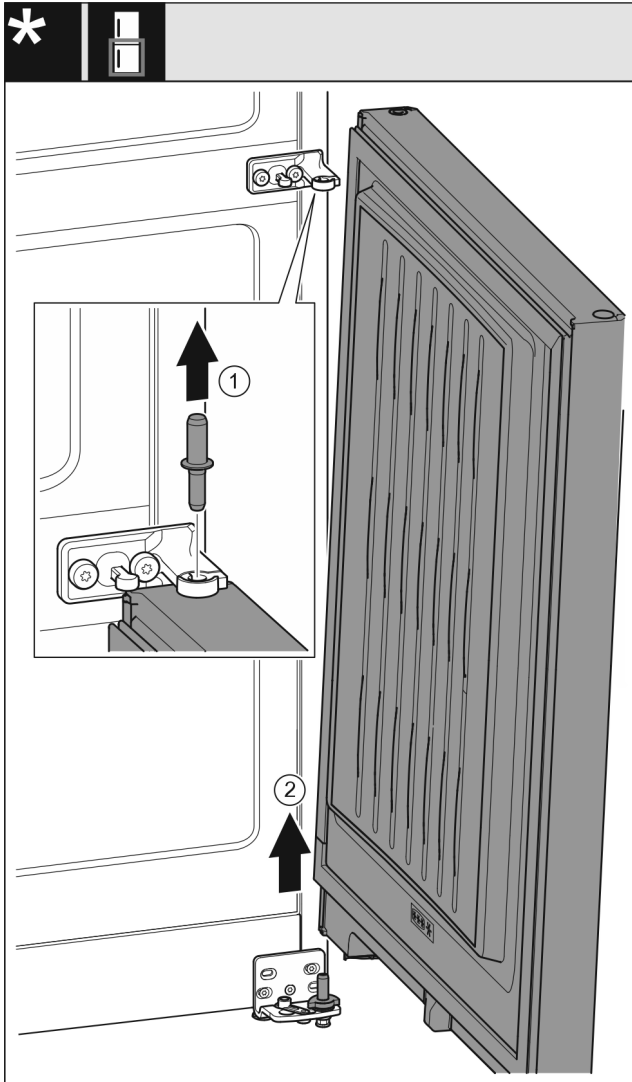

Fig. 10 Zonder sluitdemper
- Bouten Fig. 10 (1) naar boven toe eruit trekken.
- Deur Fig. 10 (2) eruit draaien, naar boven trekken en opzij leggen.